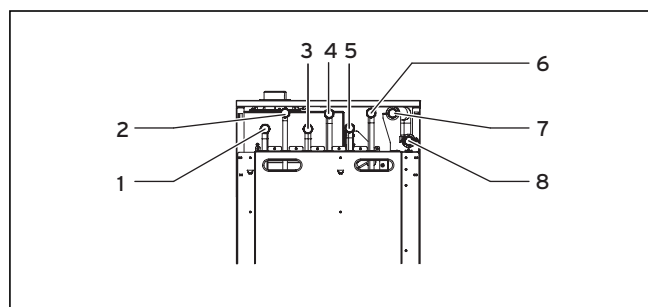

Abb. 5.1 Lage der Anschlüsse
- Schließen Sie den Heizungsanlauf am Heizungsanlauf-Anschluss (5) an, siehe Abbildung 5.1.
- Schließen Sie den Heizungsablauf am Heizungsablauf-Anschluss (6) an, siehe Abbildung 5.1.
- Schließen Sie den Warmwasseranschluss (WW) (4) an, siehe Abbildung 5.1.
- Schließen Sie den Kaltwasseranschluss (KW) (3) mit den entsprechenden Sicherheitseinrichtungen an, siehe Abbildung 5.1.
Gegebenenfalls kann am Zirkulationsanschluss (1) eine Zirkulationsleitung angeschlossen werden, siehe Abbildung 5.1. Vermeiden Sie nach Möglichkeit auf Grund des erhöhten Energieverbrauchs den Einbau einer Zirkulationsleitung.